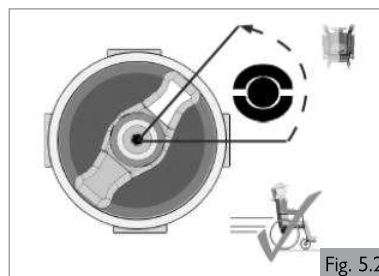

Fig. 5.2
1. Pour la conduite du fauteuil. (Fig. 5.2).